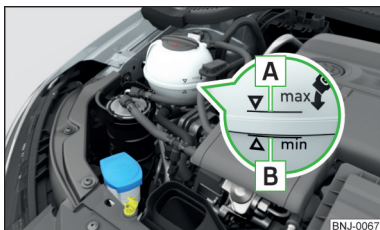

Fig. 169
La denominazione del liquido di raffreddamento si trova sul serbatoio di compensazione del liquido di raffreddamento » fig. 169 a pag. 167.
- Non riempire il liquido di raffreddamento al di sopra della tacca **A** » fig. 169 a pag. 167.
Serbatoio di compensazione liquido di raffreddamento » fig. 169
➤ Controllare il livello di liquido di raffreddamento nel serbatoio di compensazione del liquido di raffreddamento » fig. 169.
A motore caldo, il risultato del controllo potrebbe essere impreciso. Il livello può essere anche al di sopra della tacca **A** » fig. 169.